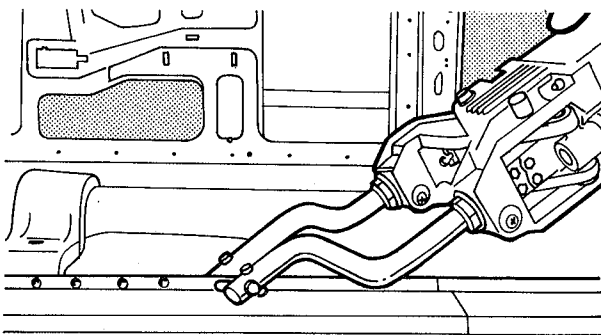

fig. 116
8. Soldar a ponto o novo painel da soleira (fig. 116)